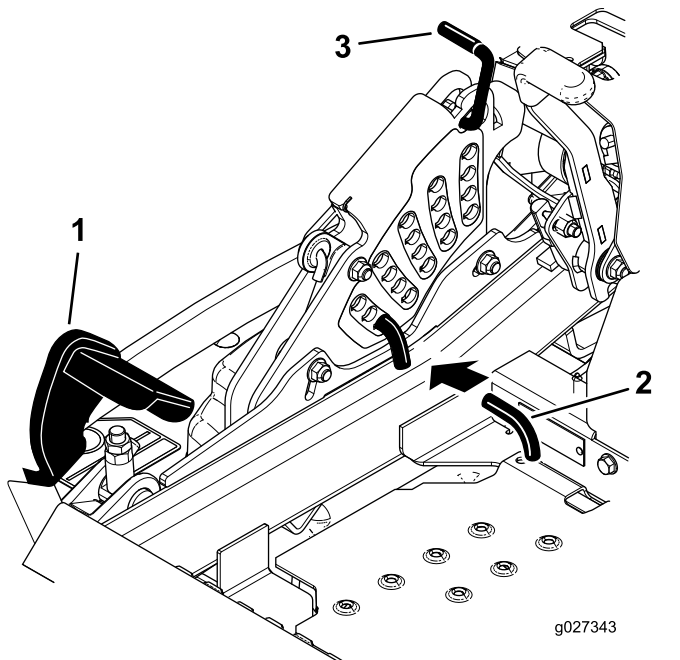

Figura 25
2. Pise el pedal de elevación de la carcasa y eleve la carcasa a la posición de transporte (que es también la posición de altura de corte de 140 mm (5½")) (Figura 25).
3. Para ajustar la altura de corte, gire el pasador 90 grados y retire el pasador del soporte de altura de corte (Figura 25).
4. Seleccione el taladro del soporte de altura de corte que corresponde a la altura de corte deseada, e inserte el pasador (Figura 25).